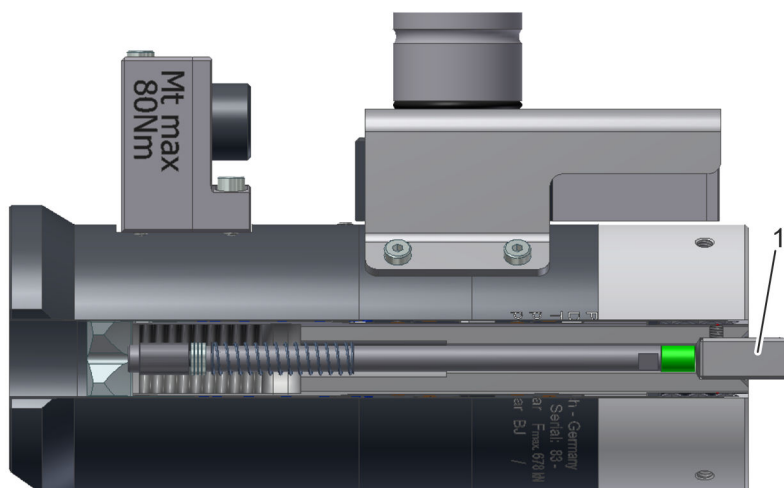

Рис. 17: Квадрат
5. ➔ Вставить квадрат (Рис. 17/1).